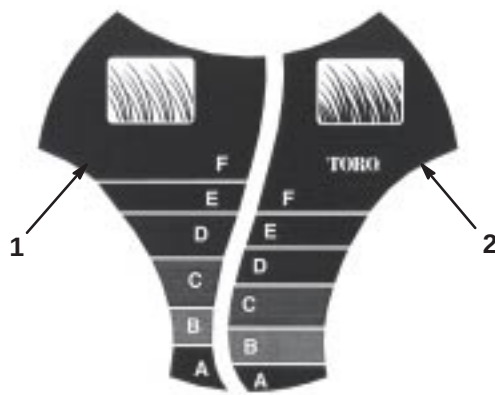

Bild 17
Das SmartWheel™ weist zwei Schnitthöhenskala auf: *Dünn/Normal* und *Satt*—damit Sie bei jedem Rasenzustand immer das beste Ergebnis erzielen (Bild 17). Benutzen Sie die *Dünn/Normal*-Skala während der warmen Saison für den Großteil Ihres Mähbedarfs. Die *Satt*-Skala dient ausschließlich starkem, nassem und sattem Graswuchs, den Sie am häufigsten im Frühjahr antreffen.
2. Bewegen Sie den Rasenmäher aufs Gras; Schieben Sie den Rasenmäher nicht mehr weiter, wenn das *SmartWheel*-Motiv an einem der Hinterräder aufrecht steht (Bild 17).